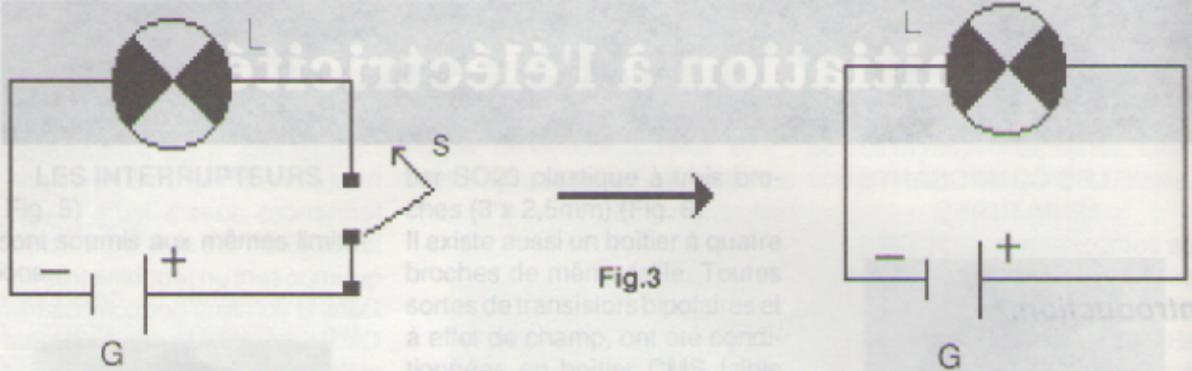

Fig.3
- Le circuit de la (Fig 3) est appelé circuit fermé